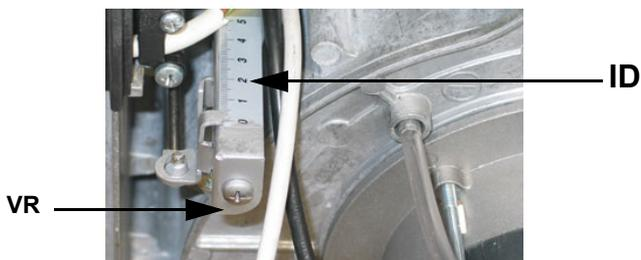

Рис. 27
- 2 запустить горелку, установив на **ON** главный выключатель **A** горелки: в случае блокировки (при этом загорится индикатор **B** на электрощите) нажать кнопку **RESET (C)**, находящуюся на панели электрощита горелки (См. );
- 3 снять крышку сервопривода: держать сервопривод в положении розжига (положение розжига = 0° на индикаторе воздушной заслонки **ID** - см. следующий рисунок на Рис. 27)
8 расслабить винт **VR** (см. Рис. 27)
9 сместить индикатор **ID** (Рис. 27) вдоль градуированной прорези в сторону + или -, для увеличения или уменьшения расхода воздуха, на основании требуемых значений продуктов сгорания;